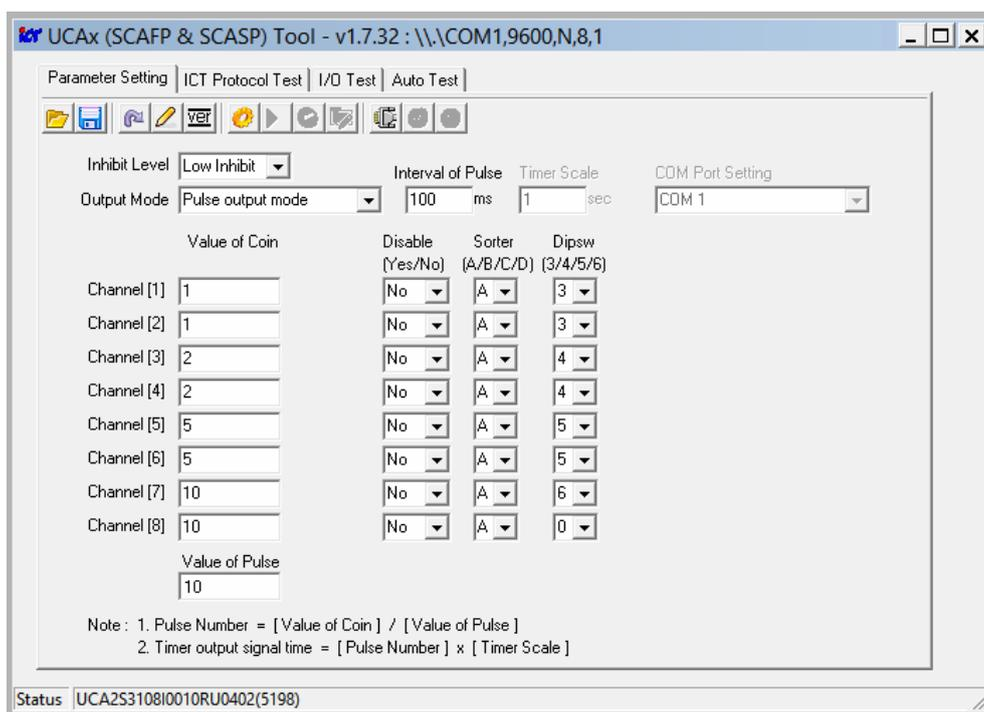

Рисунок 32. Внешний вид окна программы с установленными настройками (приведен пример конфигурации на прием суммы 10 рублей)
3. На ПК установите и запустите приложение для настройки параметров картоприемника «UCAx Tools». Внешний вид окна приложения показан на рис. 32, связь с монетоприёмником устанавливается автоматически сразу после запуска приложения.
- нажмите кнопку  **Read current version from UCA1**, в строке **Status** будет показана текущая версия ПО – например, *UCA2S3801I0010(5198)* (см. рис. 32);
- в таблице в столбцах **Value of Coin**, **Disable**, **Sorter**, **Dipsw** установите для каналов монетоприемника (от 1-го до 8-го) номиналы монет и соответствующие им параметры, как показано на рис. 32.
5. В поле **Value of Pulse** введите сумму, которую необходимо внести пользователю для прохода (на рис. 32 показан пример суммы в 10 рублей).